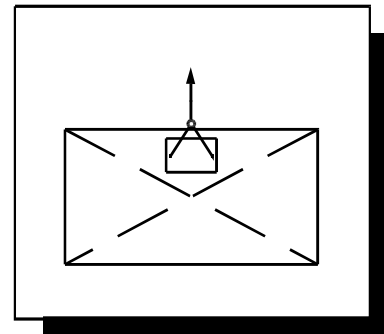

Fig. 3
- Le barycentre de l'ensemble (ventouse et pièce qu'on doit manutentionner) doit être près de la verticale du point d'accrochement afin qu'il n'y ait pas d'inclinaisons pendant les opérations de levage. En outre le barycentre de la pièce qu'on doit manutentionner doit être plus en bas que le barycentre de l'ensemble. (Fig.3)